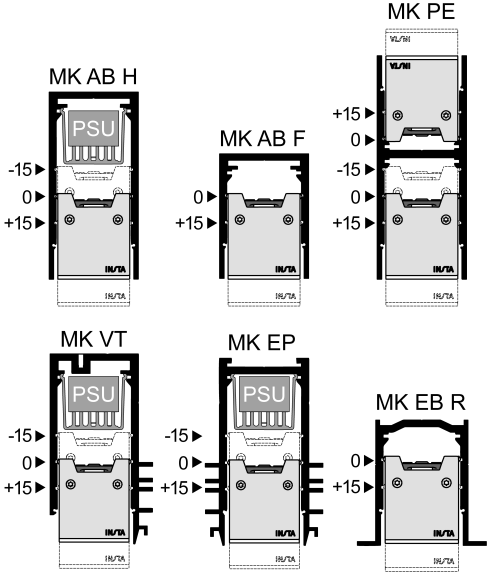

Bild 3: Raststufen abhängig vom Profiltyp
- Sämtliche Anschlussleitungen im Profil (5) legen und mit Kabelhaltern (6) fixieren.
- Lichteinsatz (1) anschließen und bis zur gewünschten Raststufe in das Profil (5) drücken.
- Abhängig vom Profiltyp sind verschiedene Positionen und Raststufen für die Lichteinsätze möglich (Bild 3).